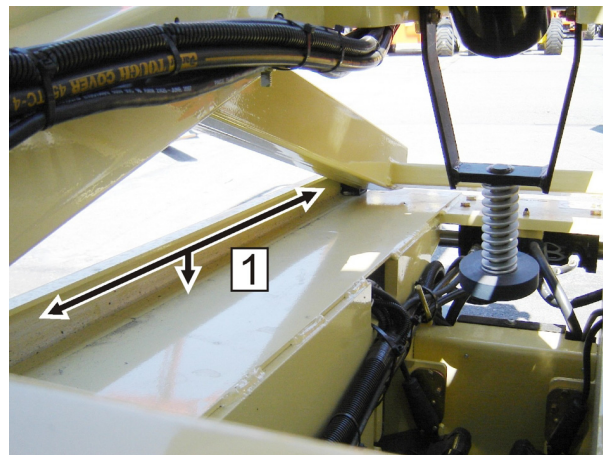

Рис. 6-2. Желоб нижней скользящей накладки
2. Найдите нижние и верхнюю скользящие накладки и удалите всю грязь и мусор с участка направляющего желоба (1, 2). См. Рис. 6-2., Желоб нижней скользящей накладки
3. С обеих сторон машины нанесите слой консистентной смазки по всей длине нижнего направляющего желоба (1) внутри и с нижней стороны.